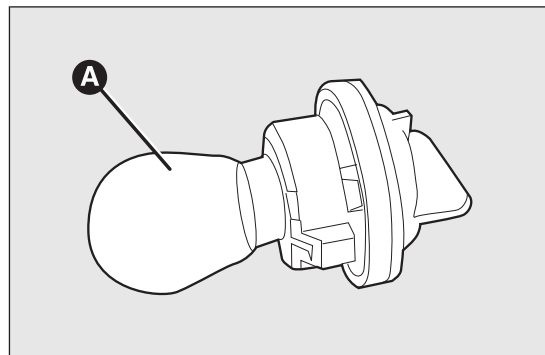

fig. 146
- ☐ estrarre la lampada A fig. 146 e sostituirla;